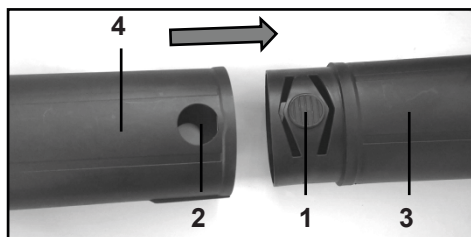

Рисунок 3. Встановлення подовжувального патрубка.
- натиснути кнопки пружного фіксатора (1, рис. 3) з обох боків повітряної насадки (3, рис. 3) та сумістити їх з пазами (2, рис. 3) з обох боків подовжувача повітряної насадки (4, рис. 3);
- з'єднати повітряну насадку з подовжувачем повітряної насадки з зусиллям до спрацювання пружного фіксатора (рис. 3).